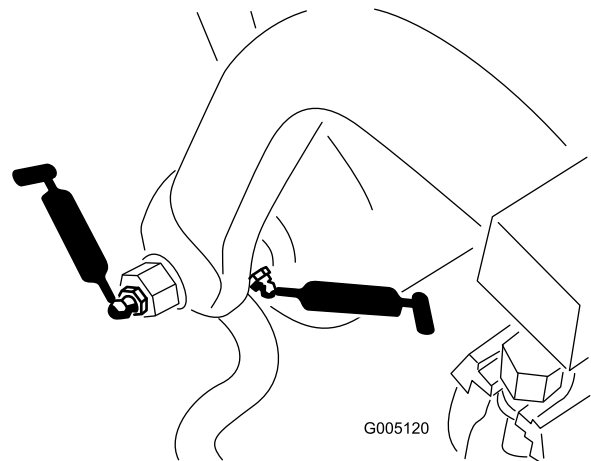

Figura 27
- Rullo e albero del telaio di trazione (12) (Figura 27)